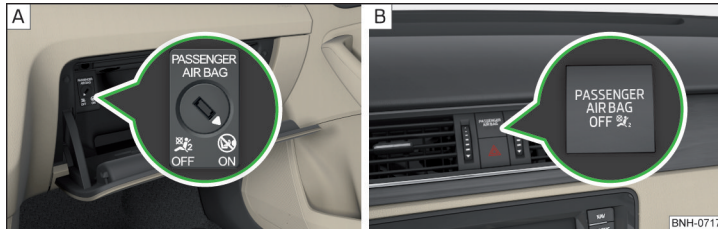

Abb. 22 **Schlüsselschalter für Beifahrer-Frontairbag / Kontrollleuchte für Beifahrer-Frontairbag**
Der Beifahrer-Frontairbag kann mit dem Schlüsselschalter abgeschaltet werden » Abb. 22 auf Seite 27 - A.
Stellungen des Schlüsselschalters » Abb. 22 - [A]
- OFF** Der Beifahrer-Frontairbag ist abgeschaltet - nach dem Einschalten der Zündung leuchtet¹⁾ die Kontrollleuchte **OFF**  » Abb. 22 - [B]